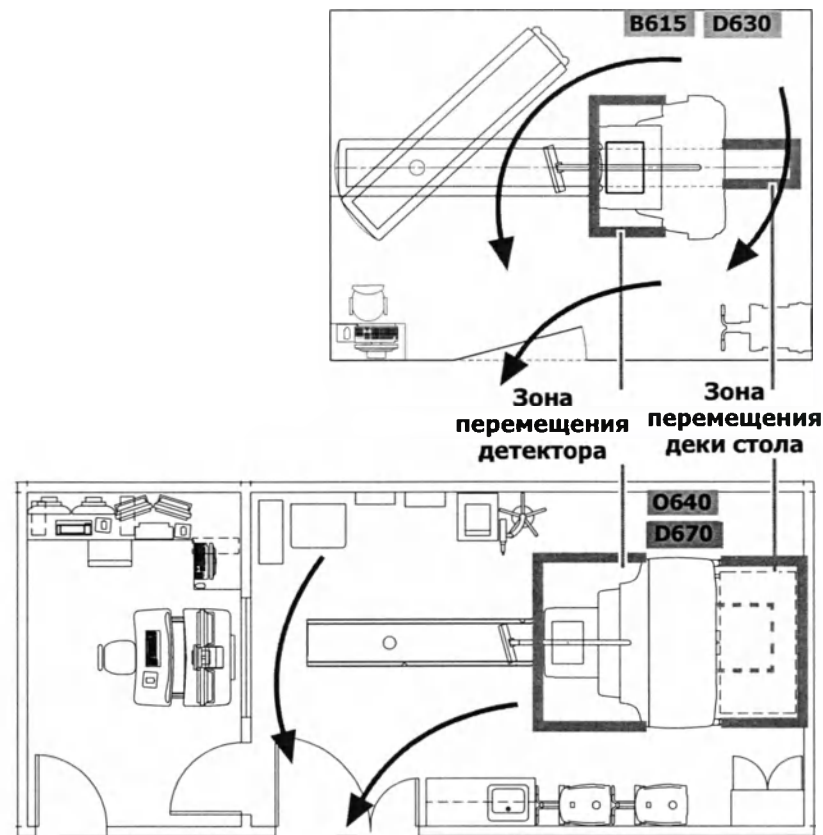

Рис. 3-8. Зона свободного прохода
- Необходимо обеспечить наличие свободного прохода вокруг системы для эвакуации (см. красные стрелки на Рис. 3-8, стр. 3-21).
- Зона свободного прохода маркируется желтыми линиями на полу вокруг системы (см. Рис. 3-8, стр. 3-21).